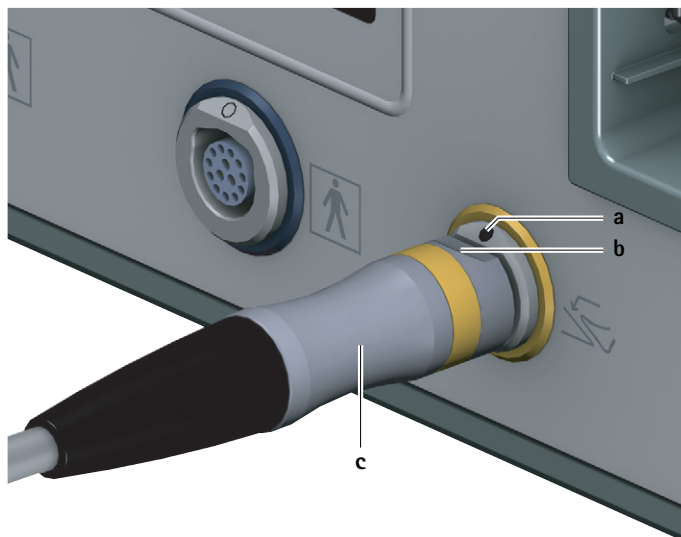

Fig. 2 Collegamento del comando a pedale
- Orientare il connettore del comando a pedale c in modo che la marcatura b del connettore coincida con quella a presente sulla presa di collegamento del comando a pedale 6, vedere Fig. 2.
- Tirare il connettore del comando a pedale **c** dalla presa di collegamento del comando a pedale **6**, vedere Fig. 2.